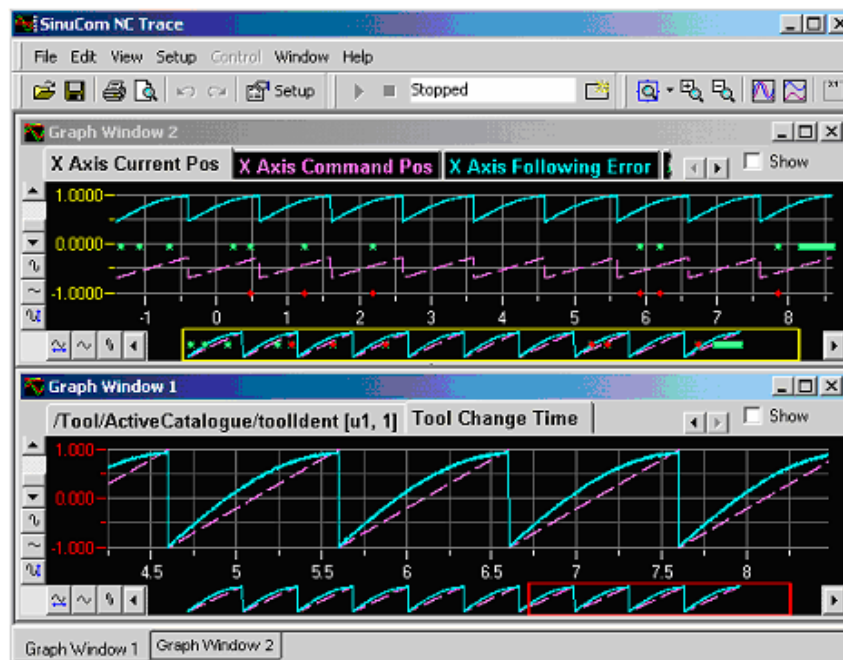

Bild 4-2 Mehrfachgrafikfenster (horizontal überlappt)
- **"Keine Kurven zur Anzeige"** – Bei allen Kurven, die festgelegt worden sind, befindet sich im Kontrollkästchen "Anzeigen" kein Häkchen (siehe Abb. 4-2).
- Durch den Fokus des Grafikenfensters wird festgelegt, welche der angezeigten Kurven bearbeitet werden können. Sie können mit den Fokus auf andere Kurven positionieren, indem Sie auf die entsprechende farbige Registerkarte oder auf die entsprechende Kurve selbst klicken. Sie können diese farbige Registerkarte so projizieren, dass entweder die Nummer der Kurve angezeigt wird oder die Beschreibung/der Name der Kurve (wie in "Grafikenfenster 1" in Abb. 4-2 weiter oben). Die Kurve, auf die der Fokus positioniert ist, wird auf der farbigen Registerkarte durch einen Farbumschlag angezeigt.
- Die horizontale Bildlaufleiste wird als Minibild der gesamten Kurve dargestellt (siehe Abb. 4-2.). Dieser Balken kann wie eine ganz normale Windows®-Bildlaufleiste verschoben oder an eine andere Stelle gezogen werden. Außerdem ist ein bestimmter Bereich des Balkens mit einem Rechteck überlagert, das einem bestimmten Bereich der angezeigten Kurve entspricht. Dieses Rechteck kann auseinander gezogen werden, um so die horizontale Skalierung zu verändern.
Das Haupt-(Start-)menü von Trace mit den einzelnen Symbolleisten ist in Abbildung 4-2 dargestellt. Menüpunkte, die auch in Symbolleisten von Microsoft Windows® vorkommen, werden hier zwar dargestellt nicht aber näher beschrieben. Es werden nur die für Trace spezifischen Menüpunkte beschrieben.